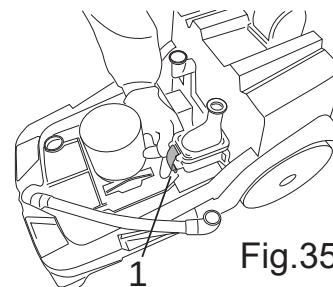

Fig.35
- Quite la cubierta de la válvula parcializadora desenganchando la palanca (Fig. 35-Ref. 1).